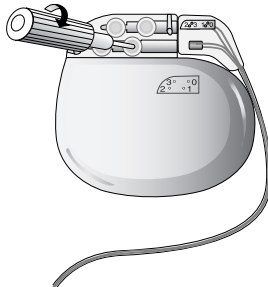

Abbildung 2. Anziehen der Schrauben durch die selbstdichtende Tülle
4. Führen Sie den Drehmomentschlüssel vollständig in jede selbstdichtende Tülle des Konnektorblocks ein und ziehen Sie alle Schrauben an (Abbildung 2).
Hinweis: Der Drehmomentschlüssel muss denselben Winkel einnehmen wie die Schraube (Abbildung 2).